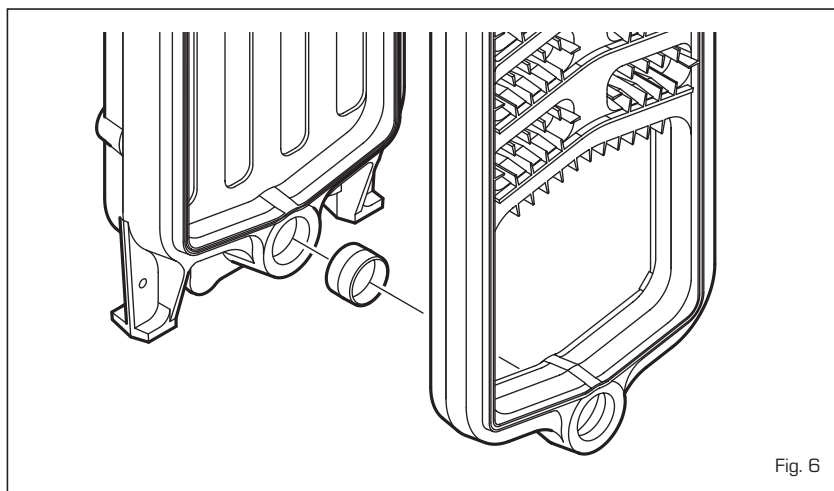

Fig. 6
- monteer de rookkamer en de flens zoals aangegeven op fig. 6/a.